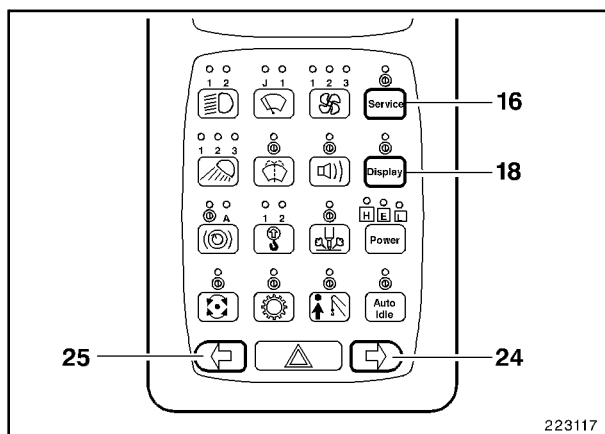
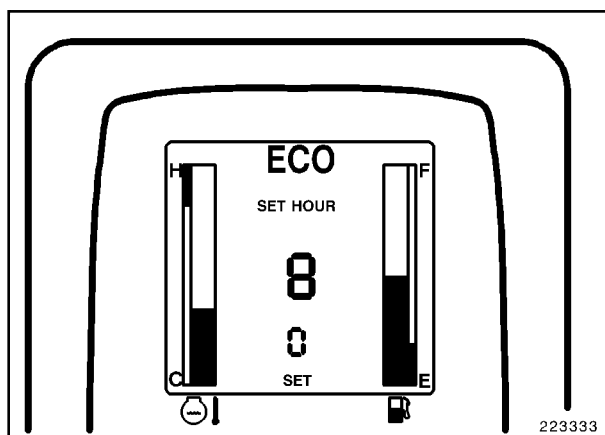

Fig. 3
Fig. 4
- Pulsar la tecla (16, Fig. 3) repetidamente hasta que aparezca **"SET"** en el display; el LED I encima de la tecla se encenderá.
- Pulsar la tecla (18), el LED I encima de la tecla está encendido.
- En el display aparecerá la indicación mostrada en la Fig. 4. Se puede modificar la indicación de las horas.